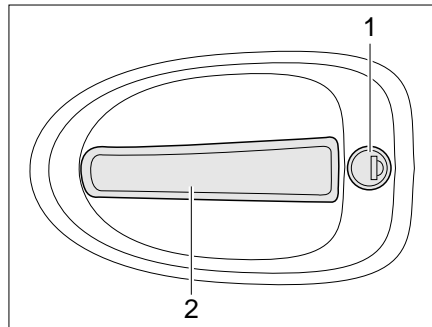

Bild 45 Türschloss Fahrtür, außen
- Schlüssel in Schließzylinder (Bild 45,1) stecken und drehen, bis das Türschloss entriegelt ist.
- Am Türgriff (Bild 45,2) ziehen. Die Tür ist geöffnet.
- Schlüssel in Schließzylinder (Bild 45,1) stecken und drehen, bis das Türschloss verriegelt ist.